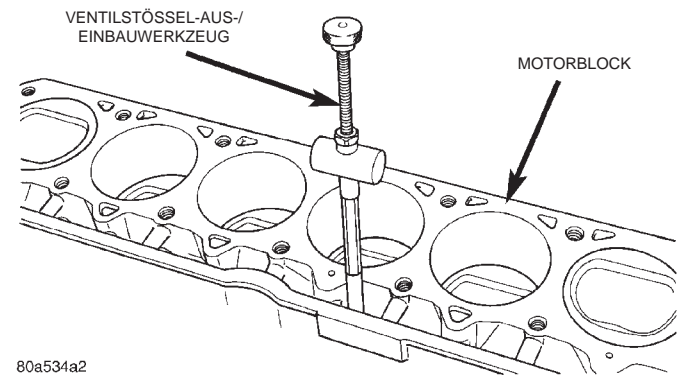

Abb. 38 Ausbau-/Einbaugerät für Ventilstößel
(3) Stößelstangen ausbauen.
(4) Zylinderkopf und Dichtung ausbauen.
(5) Stößel durch die Stößelstangenöffnungen im Motorblock mit dem Ausbau-/Einbaugerät für Ventilstößel herausnehmen (Abb. 38).